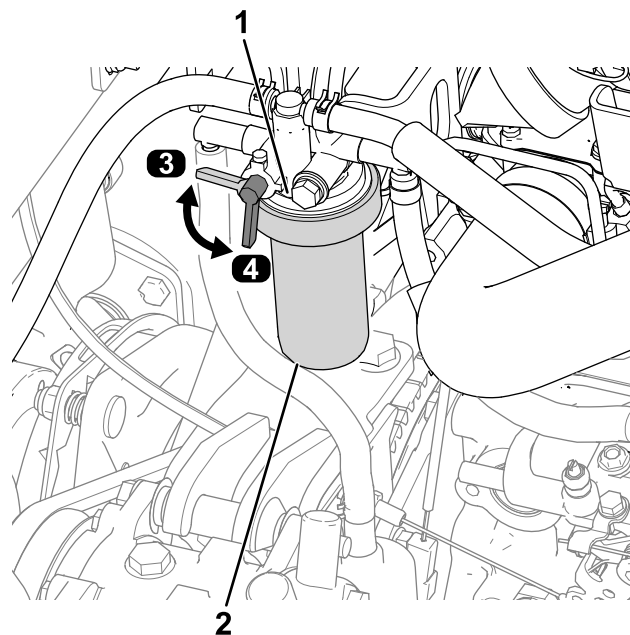

Figure 57
1. Tournez le levier du robinet d'arrivée de carburant à la position FERMÉE (Figure 57).
2. Nettoyez la surface autour de la tête du filtre à carburant (Figure 57).
3. Déposez le filtre et nettoyez la surface de montage de la tête du filtre (Figure 57).
6. Tournez le levier du robinet d'arrivée de carburant à la position OUVERTE (Figure 57).